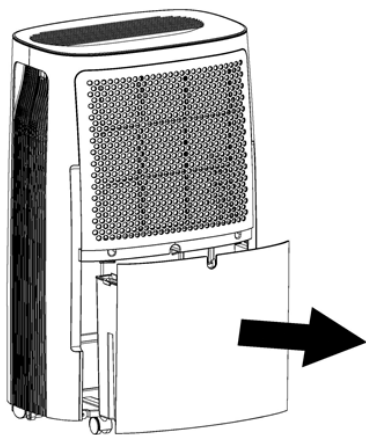

Рисунок 4
1. Слегка надавите на боковые стороны резервуара, и аккуратно потяните его на себя (рисунок 4).